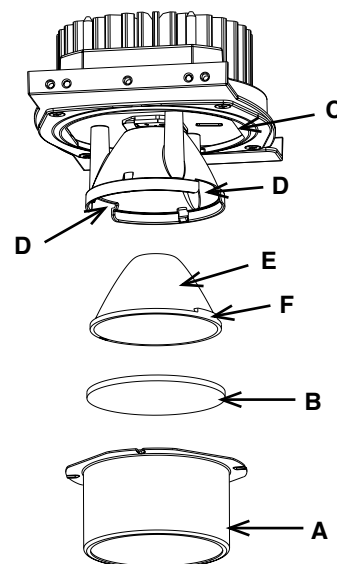

Fig. 11
**Pour monter la lentille (consultez la Fig. 11):**
1. Tournez pour déverrouiller le porte-lentille (A) et pour l'enlever.
2. Placez les lentilles (B) dans le support externe de lentille.
3. Alignez le porte-lentille avec l'ouverture de boîtier, (C) tournez sur 45° tout en poussant vers le haut pour verrouiller en place.
**Pour remplacer l'optique (consultez la Fig. 11):**
1. Enlevez le support externe d'objectif (A) de la façon décrite à l'étape 1 ci-dessus.
2. Tout en maintenant l'optique (E) à travers les découpes du support blanc (D), appuyez légèrement et vers l'extérieur sur l'un des onglets pour libérer et enlever optique.
3. Alignez la section épaisse de bride de optique (F) avec l'une des découpures du support blanc. Appuyez vers le haut pour enclencher en place.